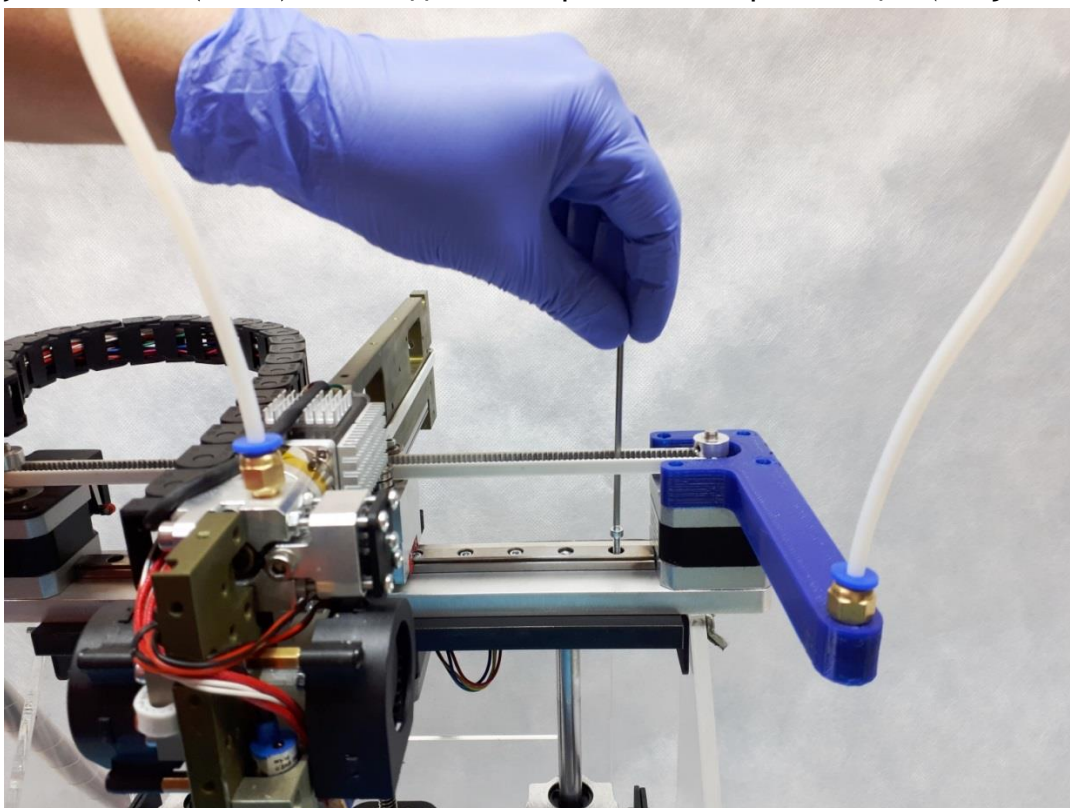

Рисунок 7
6. Вкрутить винты (2 шт.) в свободные отверстия на направляющей (Рисунок 7).